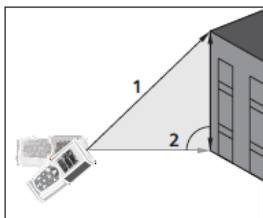

Fig. 7: Ejecución medida Indirecta a 2 puntos
3. Posicione el instrumento en el punto más alto (1) de la medida (vea Fig. 7) y pulse la tecla  para realizar la medida. El resultado se muestra en la primera pantalla parcial. El símbolo “” se muestra en pantalla con el lado “2”
4. Posicione el instrumento lo más horizontal posible (2) de la medida (vea Fig. 7) y pulse la tecla  para realizar la medida. El resultado se muestra en la segunda pantalla parcial
5. El valor final del resultado (obtenido como $\sqrt{(1)^2 - (2)^2}$) se muestra en la pantalla resultante